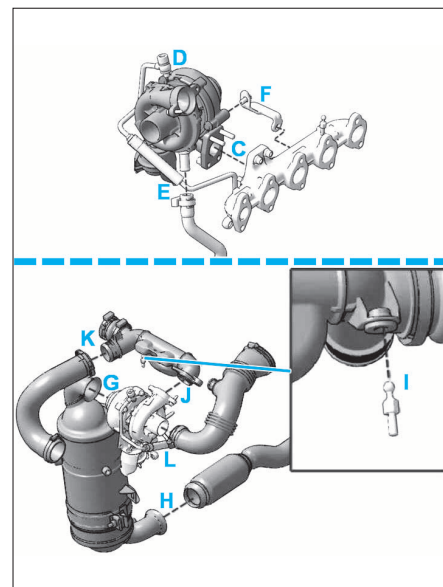

FIG. 66
- Avant le serrage définitif, réaliser un prémontage afin d'ajuster la position des éléments suivants (Fig.66) :